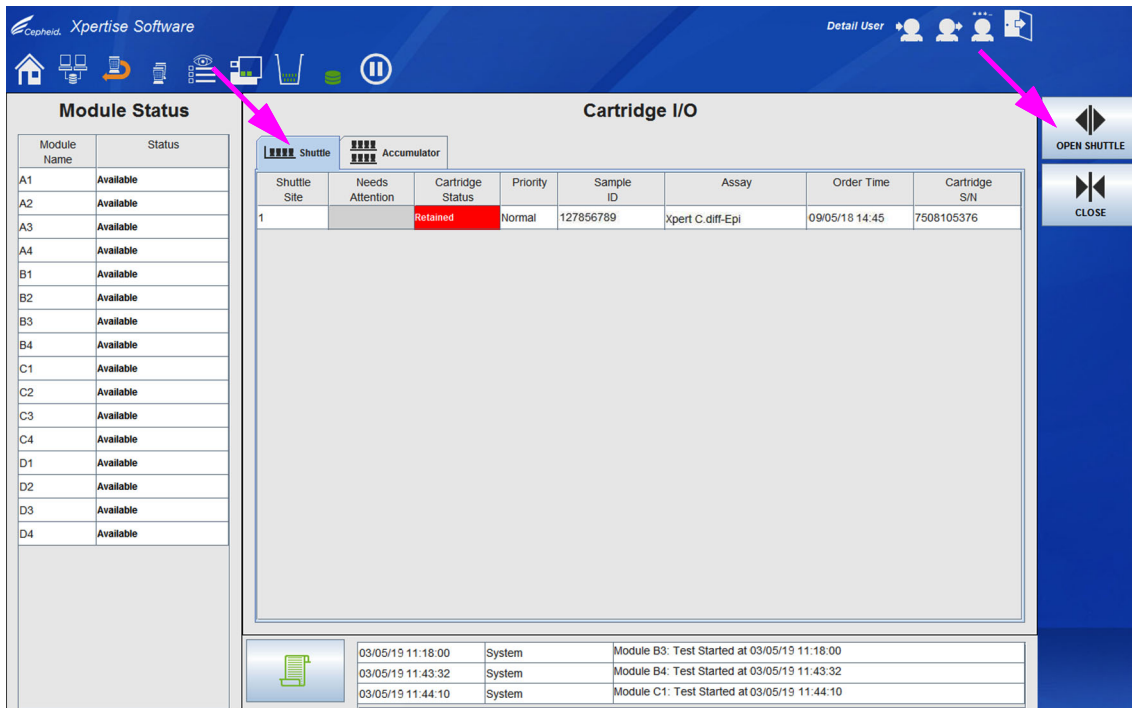
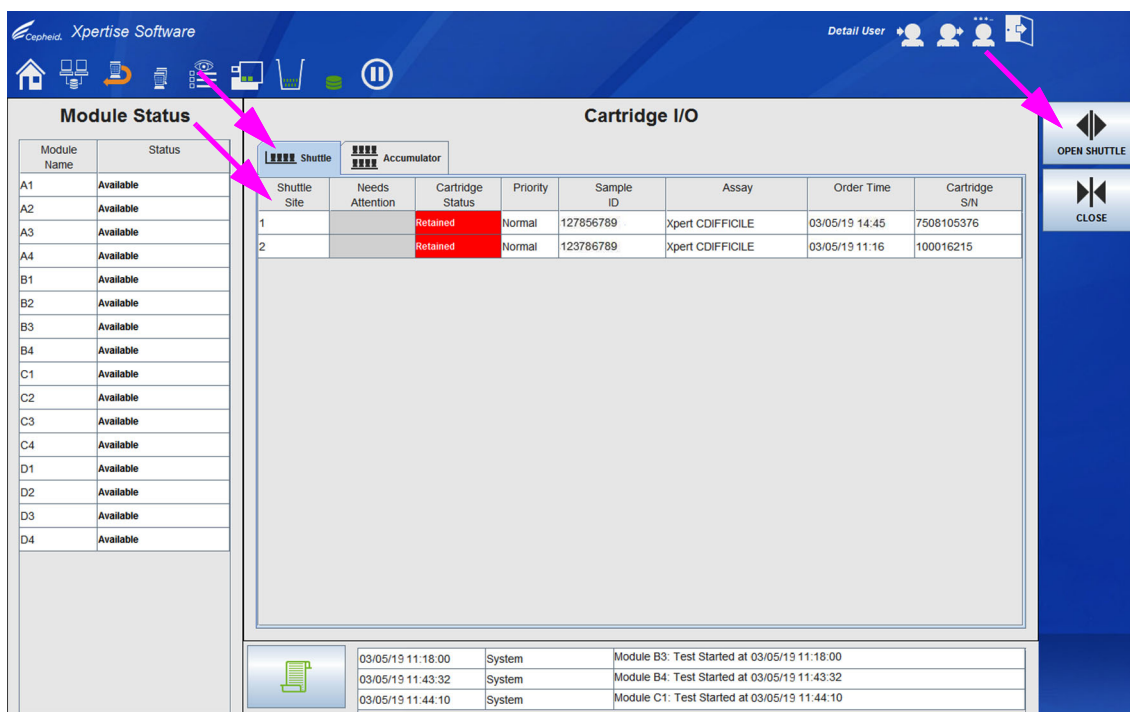
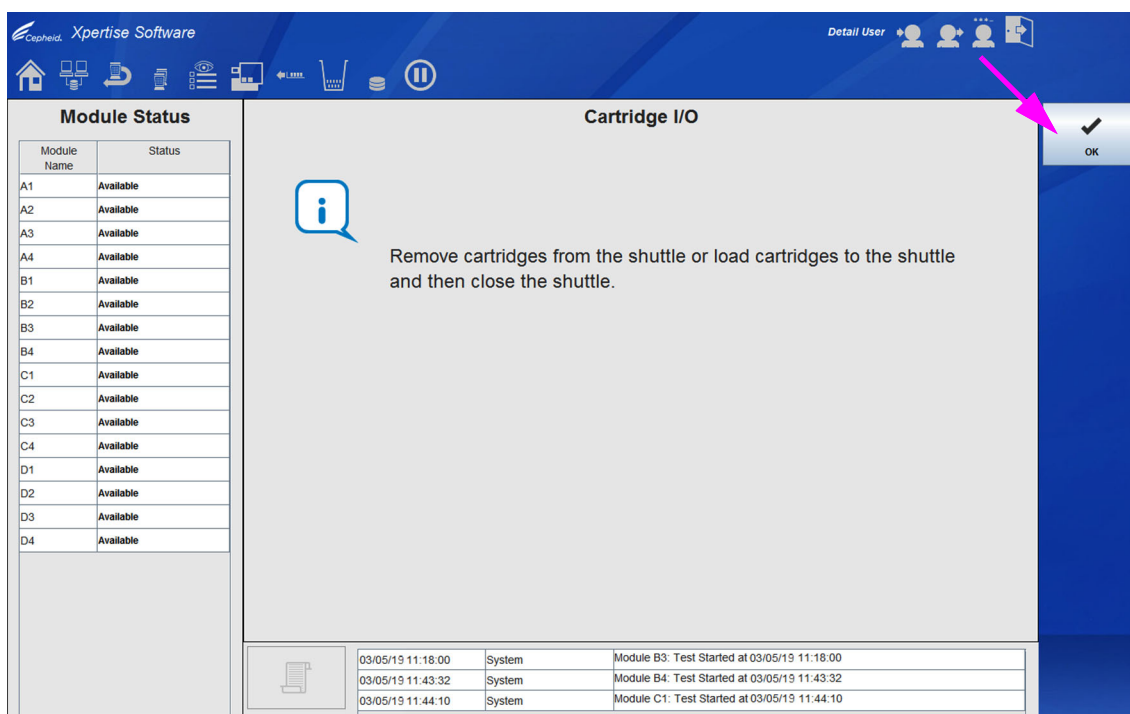

図 10-106. カートリッジ I/O ワークスペース、シャトルタブを表示
図 10-107. カートリッジ I/O ワークスペース、シャトルタブを表示
図 10-108. カートリッジ I/O ワークスペース、カートリッジの取り外しを表示
次に、カートリッジ I/O (Cartridge I/O) ワークスペースのシャトル (Shuttle) タブが図 10-106 のように表示されます。
次に、カートリッジ I/O (Cartridge I/O) ワークスペースのシャトル (Shuttle) タブが図 10-107 のように表示されます。
7. シャトルを開く (OPEN SHUTTLE) ボタンを選択します (図 10-106 または 図 10-107 を参照)。シャトルのラッチが解除され、シャトルからカートリッジを取り外すように指示する、カートリッジ I/O (Cartridge I/O) ワークスペースが表示されます。図 10-108 を参照。
9. カートリッジ I/O (Cartridge I/O) ワークスペース (図 10-108 を参照) の指示に従って、シャトルドアを閉じ、**OK** ボタンを選択します。カートリッジ I/O (Cartridge I/O) ワークスペースのアクムレータ (Accumulator) タブには、すべてのカートリッジがアクムレータから取り外されたことが表示されます。図 10-110 を参照。